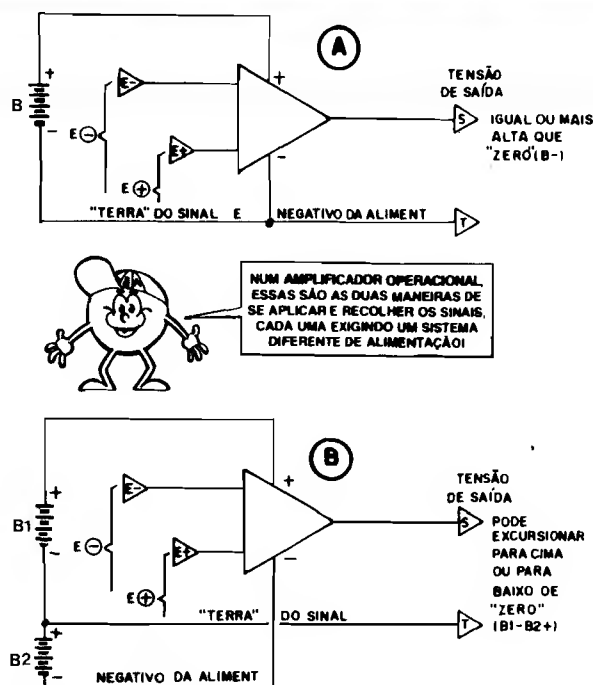

Fig.8
- FIG. 8 - Em virtude das especiais características de ENTRADA (dupla, uma inversora e uma não-inversora...) dos Amp.Op., estes podem adotar duas formas básicas de Alimentação, dependendo de como queremos ver as "excursões" do sinal presente na única SAÍDA do bloco:
- FIG. 8-A - ALIMENTAÇÃO SIMPLES - Nessa configuração, a linha de "terra", correspondente ao referencial de "zero" para os sinais de ENTRADA e de SAÍDA, **coincide** com a própria linha do **negativo** da alimentação geral. Os sinais ou níveis a serem manipulados, então, podem ser aplicados às ENTRADAS "E+" e/ou
"E-" devem ser referenciados à linha de "zero" volt ("Terra") que correspondem ao ponto "central" da Alimentação dupla (e não mais ao "extremo" negativo da tal Alimentação, como se via na configuração simples (fig. 8-A).
- **FIG. 8-B - ALIMENTAÇÃO DUPLA OU SIMÉTRICA (SPLIT)** - Nesse caso a alimentação é provida por dois blocos de energia, um **positivo** com relação ao "zero" volt, e outro **negativo**, ambos de igual intensidade ou nível (por exemplo "+9V" e "-9V"). O sinal de saída, dependendo então do diferencial dos níveis aplicados às duas ENTRADAS do Amp.Op., poderá excursionar tanto "para cima de zero", quanto "para baixo de zero volt"... No exemplo de fonte simétrica de "+9V" e "-9V", o sinal/nível na SAÍDA poderia situar-se desde 9V positivos até 9V negativos, numa excursão máxima de até 18V, portanto... Quem quiser lembrar algumas "coisinhas" importantes sobre essas questões do "referencial" deve ler com atenção as "Lições" Teóricas a respeito, dadas na 13ª "Aula" do ABC... Vão lá! Na configuração mostrada, os sinais aplicados tanto à ENTRADA "E+" quanto à